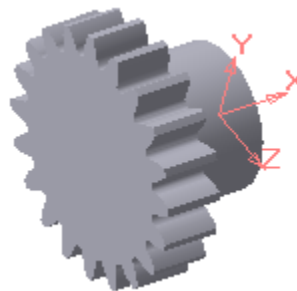

Рисунок 6.24 – Зубчастий вінець
13. У результаті буде побудовано зубчастий вінець (рис. 6.24).